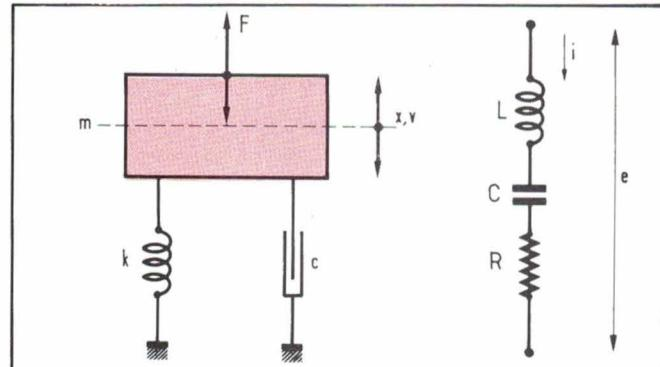

Fig. 6. et 7. – Système mécanique (à gauche) et circuit électrique (à droite).
1. Equations différentielles des systèmes mécaniques (voir fig. 6)